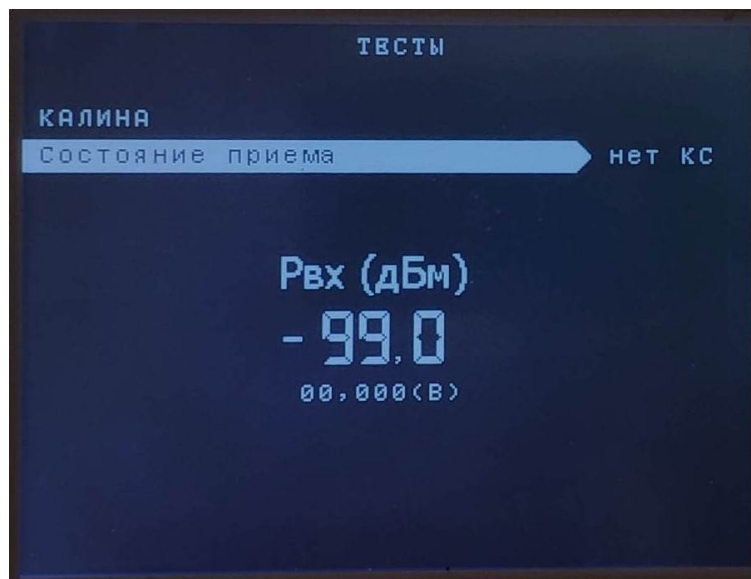

Рисунок 21 – Подраздел «Тест приема АК»
3.3. «Тест приема АК» - подраздел предназначен для тестового вывода на дисплей поступающих на вход «ОΡΙОН» АПК RX аварийных команд, а так же вывод текущего уровня сигнала на входе ЛФ (см. рисунок 21).